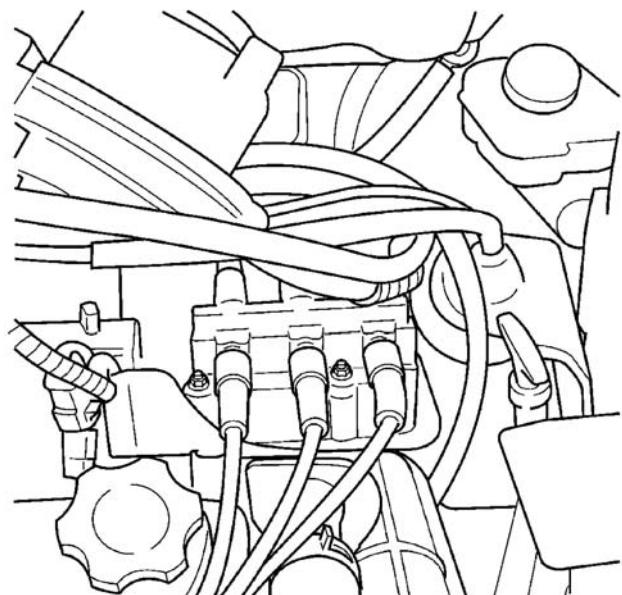

图 11 点火线圈托架 3.3/3.8L
- (1) 断开蓄电池负极电缆。
- (2) 将节气门和速度控制拉线从夹子上卸下。
- (3) 从动力转向储液罐至进气歧管卸下 2 个螺栓。
- (4) 从点火线圈托架的螺栓上拧松动力转向储液罐的下螺母。
- (5) 重新放置动力转向储液罐 (图 11)。
- (1) 将线圈安装在托架的螺栓上。
- (2) 将 2 个螺栓安装至点火线圈。
- (3) 将 2 个螺母安装至点火线圈螺栓。拧紧螺母和螺栓。
- (4) 将电气接连接至点火线圈。
- (5) 将点火高压线安装至点火线圈。
- (6) 重新放置动力转向储液罐。将托架沿安装螺栓上方滑动（图 11）。
- (7) 安装从动力转向储液罐至进气歧管的 2 个螺栓。
- (8) 将下螺母拧紧至点火线圈托架上的螺栓上。
- (9) 将节气门和速度控制拉线安装至夹子。
- (10) 连接蓄电池负极电缆。